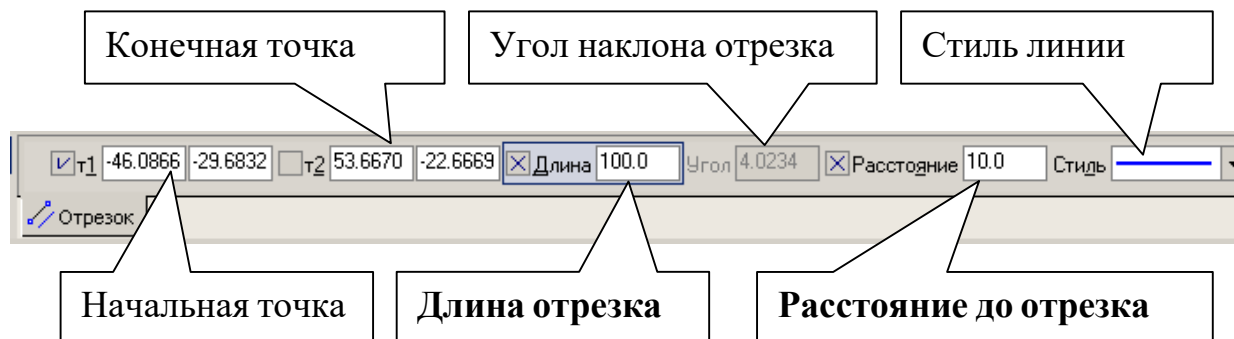
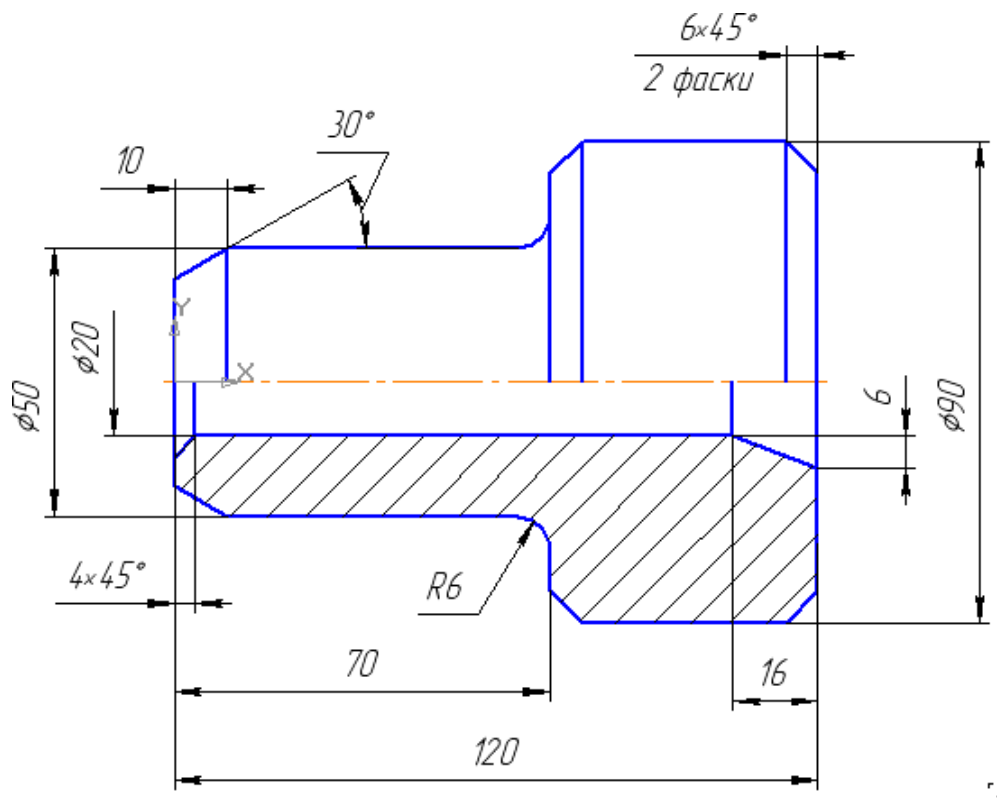

Рис. 13
Рис. 25
Строка параметров для этой команды показана на рис. 13.
5. Выполните чертеж детали, изображенный на рис. 25. На данном чертеже первый цилиндрический элемент на 20 мм длиннее, чем на чертеже, показанном на рис. 13. И вся длина детали увеличена тоже на 20 мм. В этом случае целесообразно изменить размеры детали командой **Деформация сдвигом** на панели **Редактирование** .